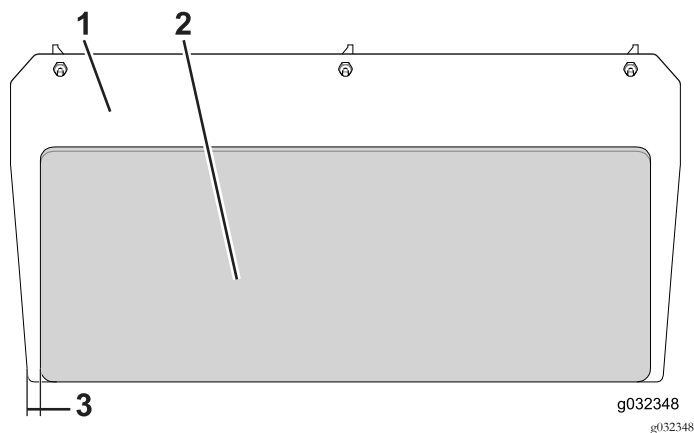

Figura 8
4. Retire el papel protector y aplique el protector del panel trasero al lado del motor del panel trasero (Figura 8).
Nota: Centre el protector del panel trasero a lo ancho de la placa dejando un margen de 29 mm en cada borde (Figura 8).